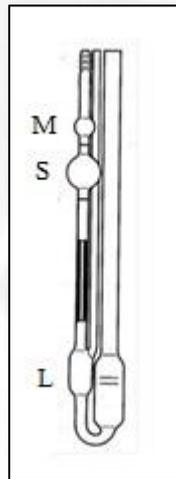

Figura 4. Viscosímetro de Ubbelohde (Fuente: Catálogos VWR)
1.1.2.2. VISCOSÍMETRO DE UBBELOHDE: Es un instrumento que sirve para determinar la viscosidad de un líquido. Consiste en un tubo capilar unido a un bulbo inferior L y a un bulbo superior S, como se muestra en la figura 4.